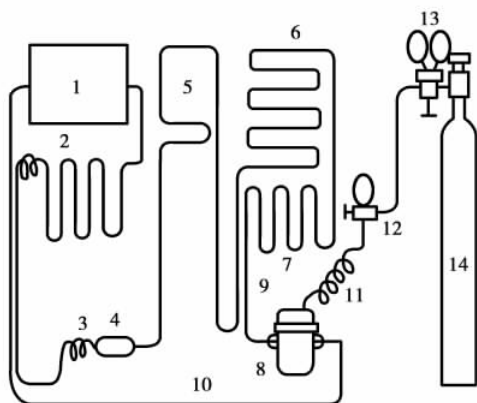

图 4.7 整体打压查漏管路连接示意图
(1)整体打压查漏。对电冰箱的查漏,一般先进行整体查漏。此法是在压缩机工艺管切口处焊上带压力表的三通阀,从三通阀接口处注入 0.6 兆帕的高压氮气,用制好的肥皂粉水仔细检查各焊口、管接口及可能泄漏之处,凡鼓起肥皂泡的地方即为泄漏点(如图 4.7 所示)。采用上述查漏方法对于外露式的蒸发器或冷凝器来讲,可方便地查出泄漏点。若蒸发器或冷凝器为内藏式的,则需充入高压氮气后 4 小时以上(必要时可保压 24 小时,以排除环境温度变化对系统压力的影响)。观察真空压力表指示是否降低来判断是否产生内漏。如确认为内漏,则需进行分区查漏,以确定具体泄漏点。